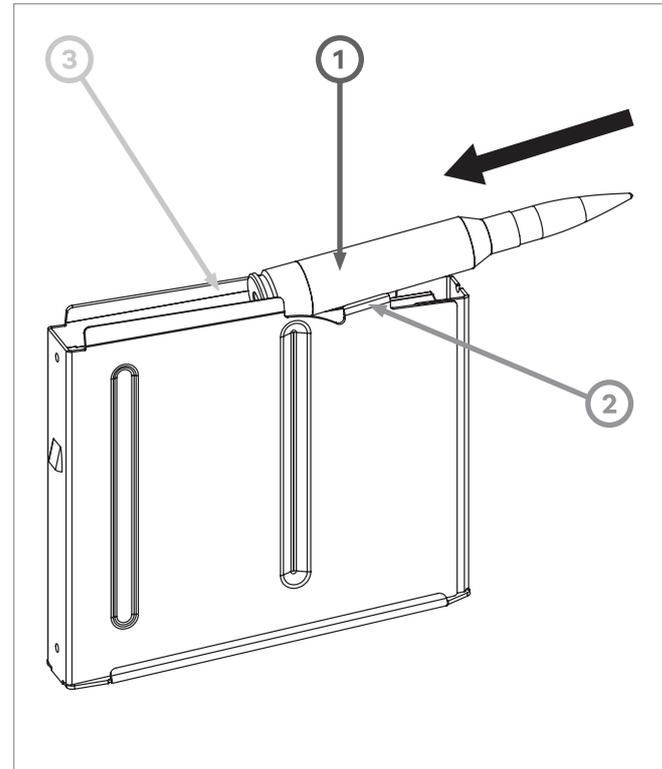

РИС. 63
- ▲ Приложите патрон (поз. 1, РИС. 63) дном гильзы перед губками магазина (поз. 3, РИС. 63).
- ▲ Вставьте патрон в магазин, продвинув его вдоль губок по направляющим (поз. 2, РИС. 63) до упора.